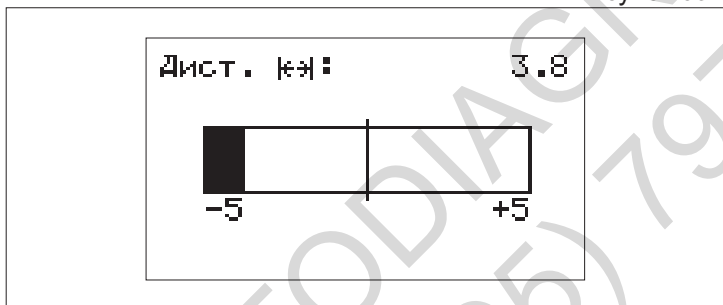

Рисунок 093
**(Рисунок 093)****Шаг первый:**